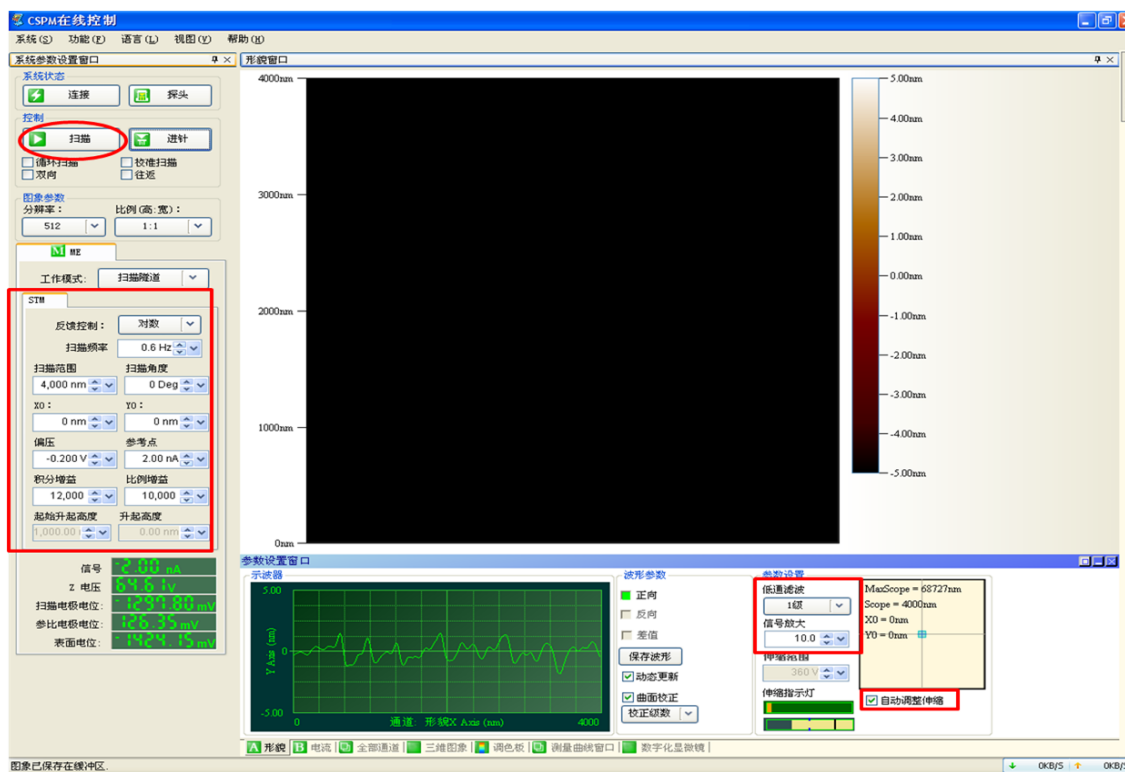

图3-3 扫描参数设定
5) 点击系统参数设置窗口中的“扫描”( 扫描), 开始扫描; 扫描过程中根据信号的大小适当的调整信号参数设置窗口中的“低通滤波”和“信号放大”(图3-3), 以获得清晰细节可见的形貌图;